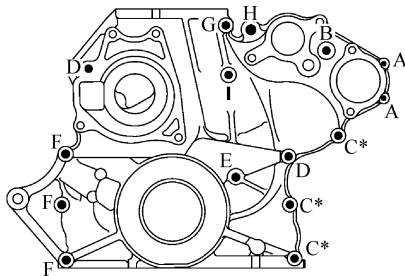

图 4-33 安装正时齿轮箱固定螺母与螺栓
3) 将固定螺母和螺栓安装到正时齿轮箱上的图 4-33 所示位置(螺栓尺寸规格如表 4-2 所示)。